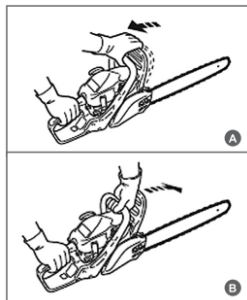

Рис. 6 Проверка механического тормоза цепи
Ручка тормоза должна фиксироваться в обоих крайних положениях. Не эксплуатируйте бензопилу, если рычаг не фиксируется в крайних положениях, либо не перемещается ни в одно из положений. Обратитесь в сервисный центр для устранения неисправности. Тормоз цепи выключен (цепь может вращаться), когда ручка тормоза взведена (Рис. 6А).
Тормоз цепи включен (цепь не имеет возможности вращаться), когда ручка тормоза находится в отжатом положении. (Рис. 6В)
3. Используя тормоз цепи, переместить левое запястье от себя и нажать им на ручку тормоза, не отпуская рукой переднюю рукоятку пилы (Рис. 6В).
6. Введите ручку тормоза (Рис. 6А).